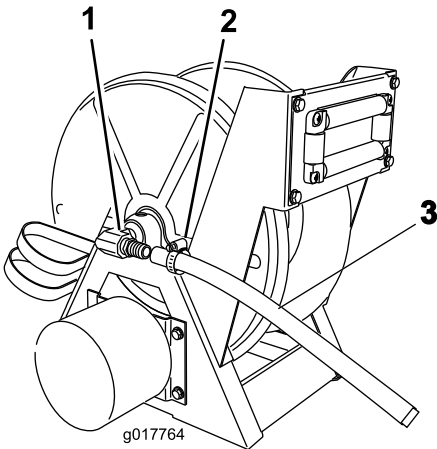

Figura 18
- 20. Coloque una abrazadera sobre el extremo de la manguera e instale la manguera sobre la espiga en ángulo recto del conjunto del carrete (Figura 18).